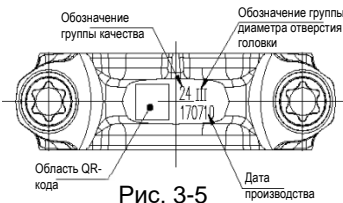
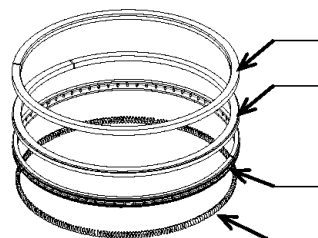

Рис. 3-5
Рис. 3-10
- Шатуны данного двигателя делятся на три группы по диаметру отверстия нижней головки. Группа обозначается цифрой 1, 2 или 3, нанесенной в квадратное поле на обработанной плоскости крышки нижней головки шатуна, как показано на рис. 3-5.
- ①. Для обеспечения нормальной работы двигателя все 4 шатуна должны быть одной и той же группы по массе. Номер группы шатуна по массе нанесен на обработанную плоскость крышки нижней головки шатуна (рис. 3-5).
- ②. Перед сборкой очистите и высушите все детали. Смажьте моторным маслом рабочие поверхности поршневого пальца, бобышек под него в поршне и втулки верхней головки шатуна, а также канавки поршня под кольца. После сборки стрелка на головке поршня должна находиться со стороны выступа крышки нижней головки шатуна. Установите на место поршневой палец, соединив им поршень и шатун. Установите стопорные кольца поршневого пальца так, чтобы их разрез находился со стороны верхней или нижней части поршня.
- ③. При установке поршневых колец обращайте внимание на следующее: оба компрессионных кольца имеют на торцовой поверхности маркировку производителя. Поверхность кольца с маркировкой должна быть направлена вверх. При установке сборного маслосъемного кольца сначала установите пружинный расширитель, а затем два скребковых кольцевых диска. После установки колец их замки должны располагаться согласно рис. 3-10.